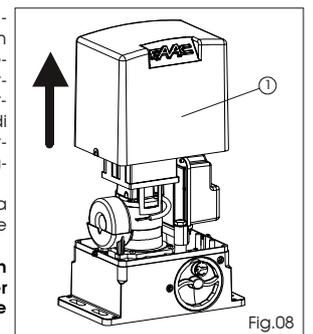

Fig.08
- 1) Sfilare il carter di copertura, Fig.08 rif.1